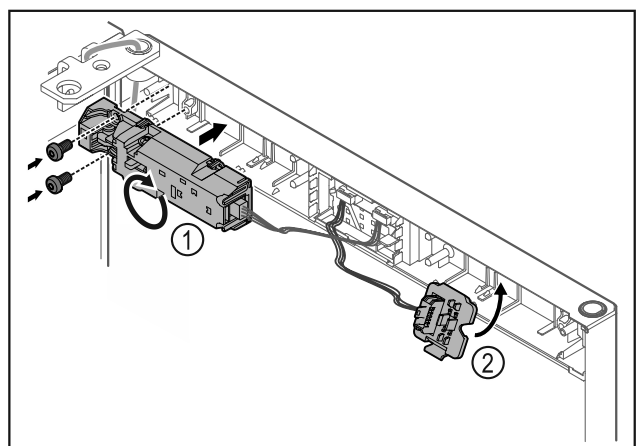

Fig. 21
- Otočte diaľkový zámok Fig. 21 (1) o 180° a upevnite ho na opačnej strane.
- Zaistite držiak zástrčky Fig. 21 (2) na opačnej strane.